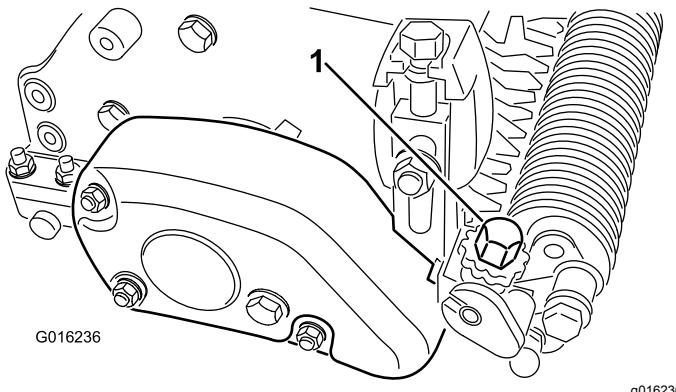

Figura 25
- 5. Numa extremidade do eixo do rastelo, meça a distância que vai da ponta mais baixa do rastelo até à superfície de funcionamento. Rode o manípulo de ajuste da altura do rastelo (Figura 25), para levantar ou baixar a ponta até à altura desejada do rastelo. Cada pino do manípulo de ajuste aproximadamente a 0,08 mm de profundidade do rastelo.